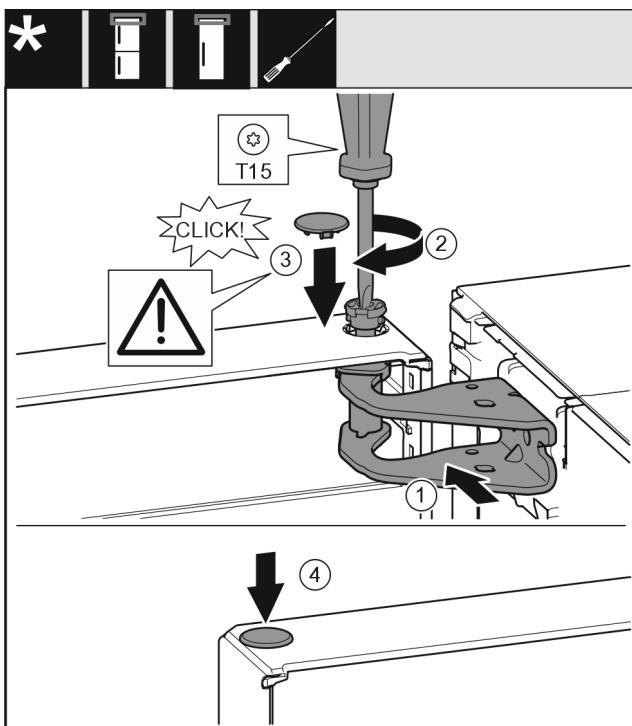

Fig. 23
- Vrata zgoraj naravnajte k odprtini v ležajnem podstavku. Fig. 23 (1)
- Vstavite sornik Fig. 23 (2) in ga zategnite z izvijačem.
- Montirajte varovalni pokrov Fig. 23 (3) za varovanje vrat: Vstavite varovalni pokrov in preverite, če se nalega na vrata. Sicer popolnoma vstavite sornike.
- Vstavite čep Fig. 23 (4).